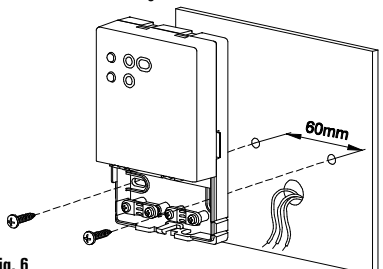

Fig. 6
- 5 Fijar la plancha a la pared mediante los dos orificios para tornillos con distancia entre ejes de 60 mm (utilizar los tornillos y/o tacos en dotación) - Fig. 6.